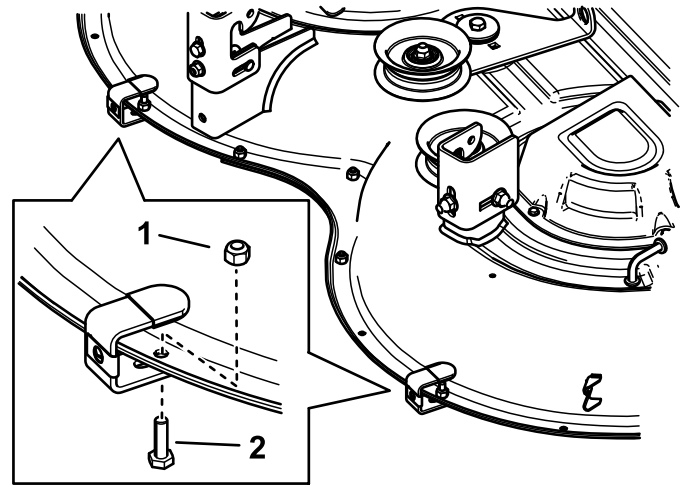

Bild 2
4. Befestigen Sie die Halterungen in den Löchern, die in **Bild 2** abgebildet sind. Drücken Sie die Gummikappe der Halterung eng gegen die Rückseite des Mähwerkes und ziehen Sie sie an.